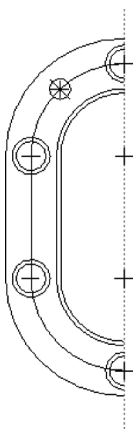

图 4-13 打开模型文件
STEP 01 单击快速访问工具栏中的“打开”按钮, 打开模型文件, 如图 4-13 所示。